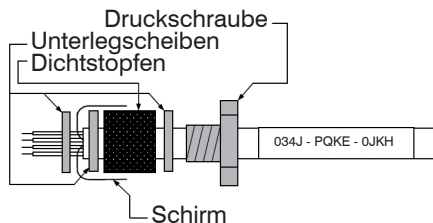

Abb. 8 Kabelmontage
- ➡ Schieben Sie nacheinander die Druckschraube, Unterlegscheiben, Gummidichtung der Kabelverschraubung entsprechend der Abbildung über das vorbereitete Kabelende, siehe Abb. 8.